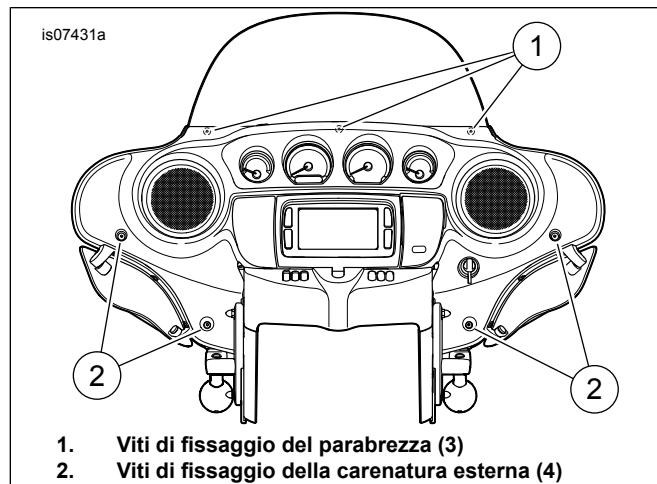
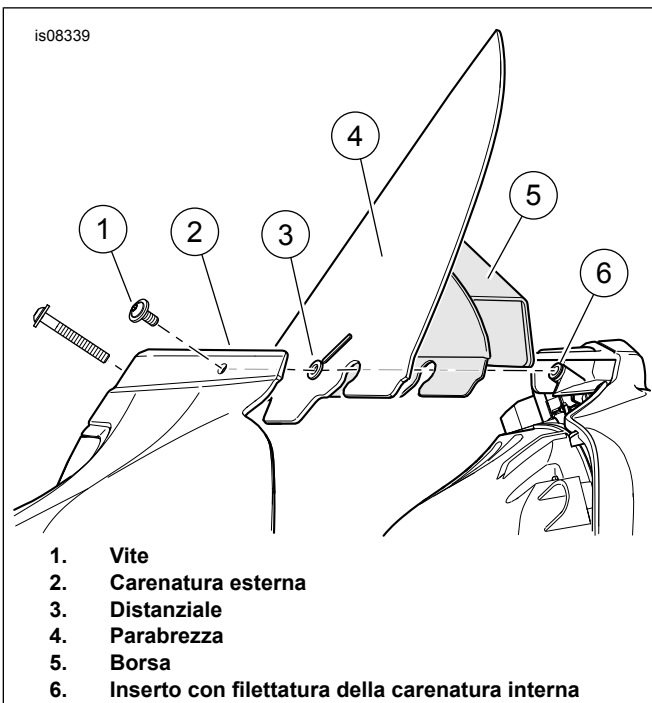

Figura 1. Viti di parabrezza e carenatura
Figura 2. Posizione del distanziale
1. Vedere Figura 1. Rimuovere le tre viti (1) che fissano il parabrezza alla parte superiore della carenatura esterna.
6. Vedere Figura 2. Prendere dal kit tre distanziali (3). Il quarto distanziale è un ricambio.
b. Inserire la vite (1) lungo carenatura esterna (2), il distanziale (3), il parabrezza (4) e la borsa per carenatura (5). Inserire, ma non serrare completamente, la vite nell'inserto con filettatura (6) della carenatura interna.
8. Vedere Figura 1. Serrare le tre viti del parabrezza (1) a una coppia di 2,8–3,4 N·m (25–30 in-lbs).